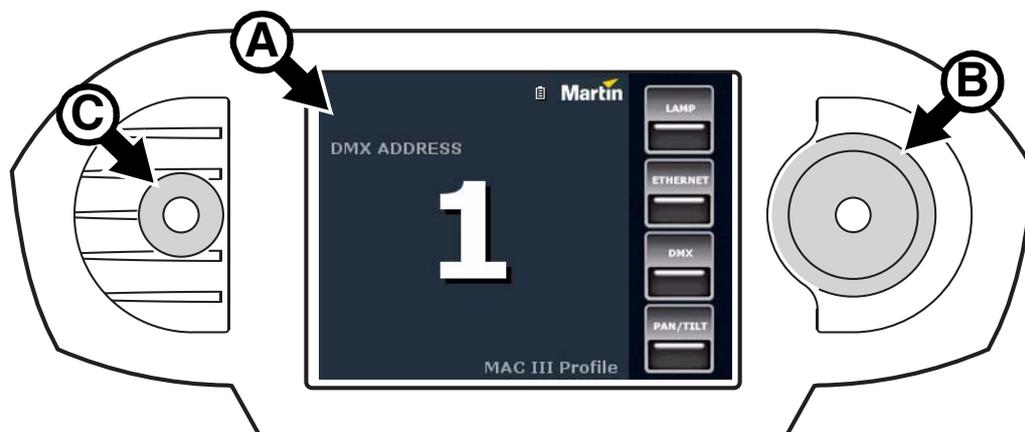

Figura 8: Display y panel de control
- Observar la Figura 8. Instalar un cable de seguridad homologado como fijación de seguridad para el peso del proyector realizando un lazo del mismo a través de la rueda de seguridad de la base de la unidad.